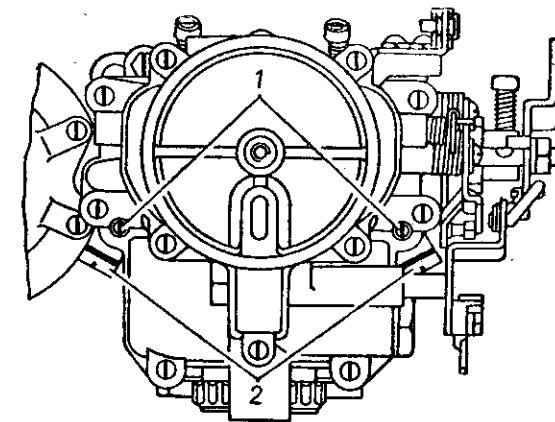

Рис. 20. Карбюратор К126М (вид сверху):
- выверните отверткой два топливных жиклера 1 (рис. 20) холостого хода и продуйте их;